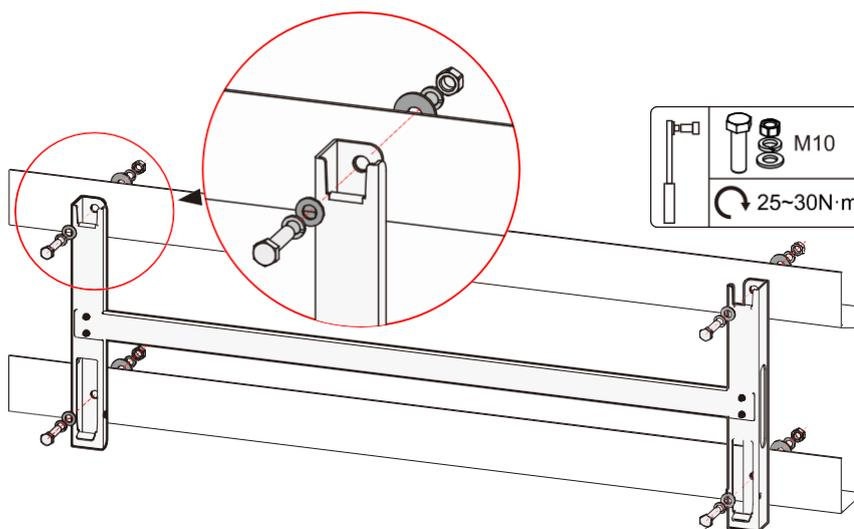

Figura 3-15 Fixação do apoio de instalação
- Etapa 4 Fixe o apoio de instalação ao suporte, use parafusos M10*40, coloque as arruelas planas, as arruelas de pressão e as porcas, e depois aperte as porcas no sentido horário com uma chave inglesa, como mostrado na Figura 3-15.